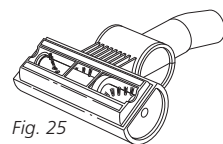

Fig. 25
- 3 Retournez la brosse turbo à l'envers pour inspecter la brosse rotative et, avec des ciseaux, coupez toute accumulation de poils ou de ficelle enroulée autour des soies de la brosse. (Fig. 25)